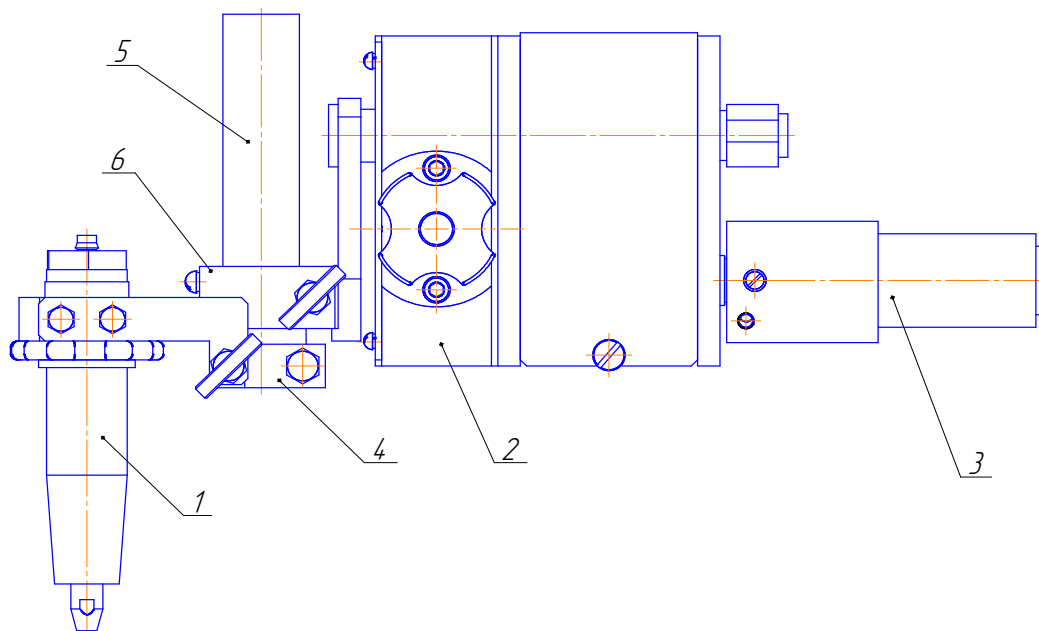

Рисунок 1 – Головка сварочная
Головка сварочная (рисунок 1) состоит из горелки (1), механизма корректировки горелки (2), механизма колебания горелки (3), зажимов (4) и (6), направляющей (5).